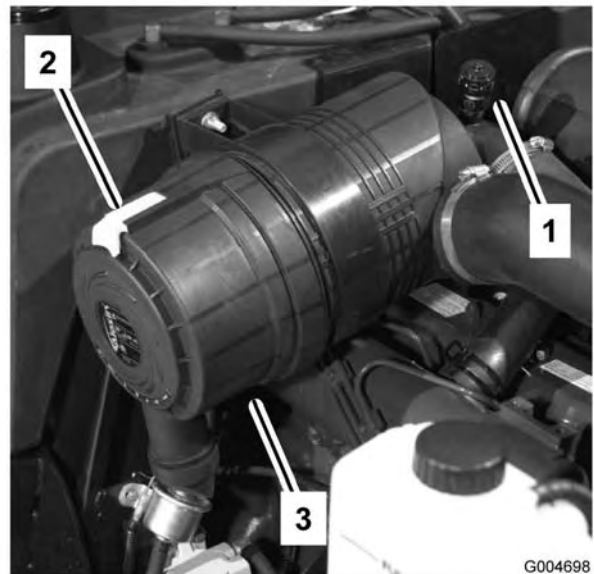

Bild 46
1. Ziehen Sie den Riegel nach außen und drehen Sie die Luftfilterabdeckung nach links (Bild 46).
- Setzen Sie die Abdeckung ein, richten Sie das Gummiablassventil (Bild 46) nach unten, ungefähr zwischen 17.00 und 19.00 Uhr (vom Ende her gesehen). Befestigen Sie den Riegel.